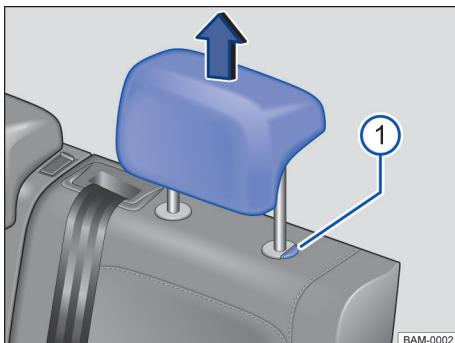

Fig. 72 Apoios para cabeça traseiros: desinstalar.
- Retirar o apoio para cabeça com o botão → Fig. 72 ① pressionado.
- Empurrar o apoio para cabeça para baixo com o botão → Fig. 72 ① pressionado.